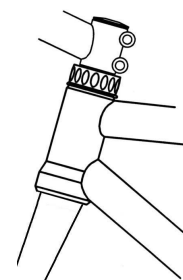

Fig.10
16. Stellen Sie die Lager (**9**) & (**13**) ein und lassen Sie das Loctite™ aushärten (**Fig. 10**).
16. Lager einstellen und Loctite™ abbilden lassen (**Fig.10**).